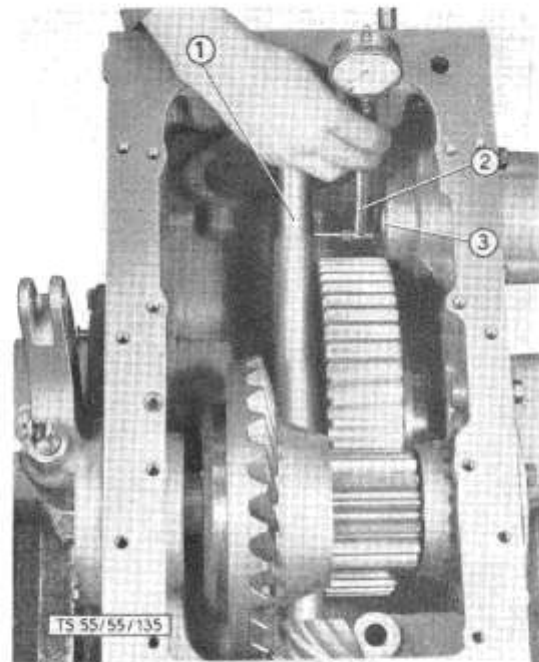

Bild 186: Ermittlung des Abstandes zwischen Antriebswellenanschlag und Tellerradmitte
- c) Nun wird der Abstand zwischen Zapfwelle und Spindelkopf gemessen (Bild 186). Diesen Abstand plus dem halben ϕ der Zapfwelle plus der Breite des Spindelkopfes (186/3) zusammenzählen. Die Differenz zwischen dieser Summe und dem korrigierten theoretischen Wert (92,05 mm) ergibt die Stärke der Einstellscheiben, die man bei 183/2 einlegen muß, um die richtige Eingrifftiefe zu erreichen.